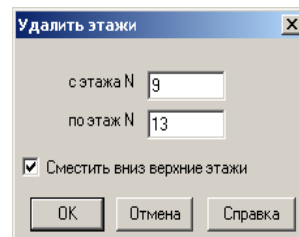

Рис.10.1.1. Окно диалога **Удалить этажи**
- В открывшемся окне диалога **Удалить этажи** (рис. 10.1.1) выполните следующие действия: